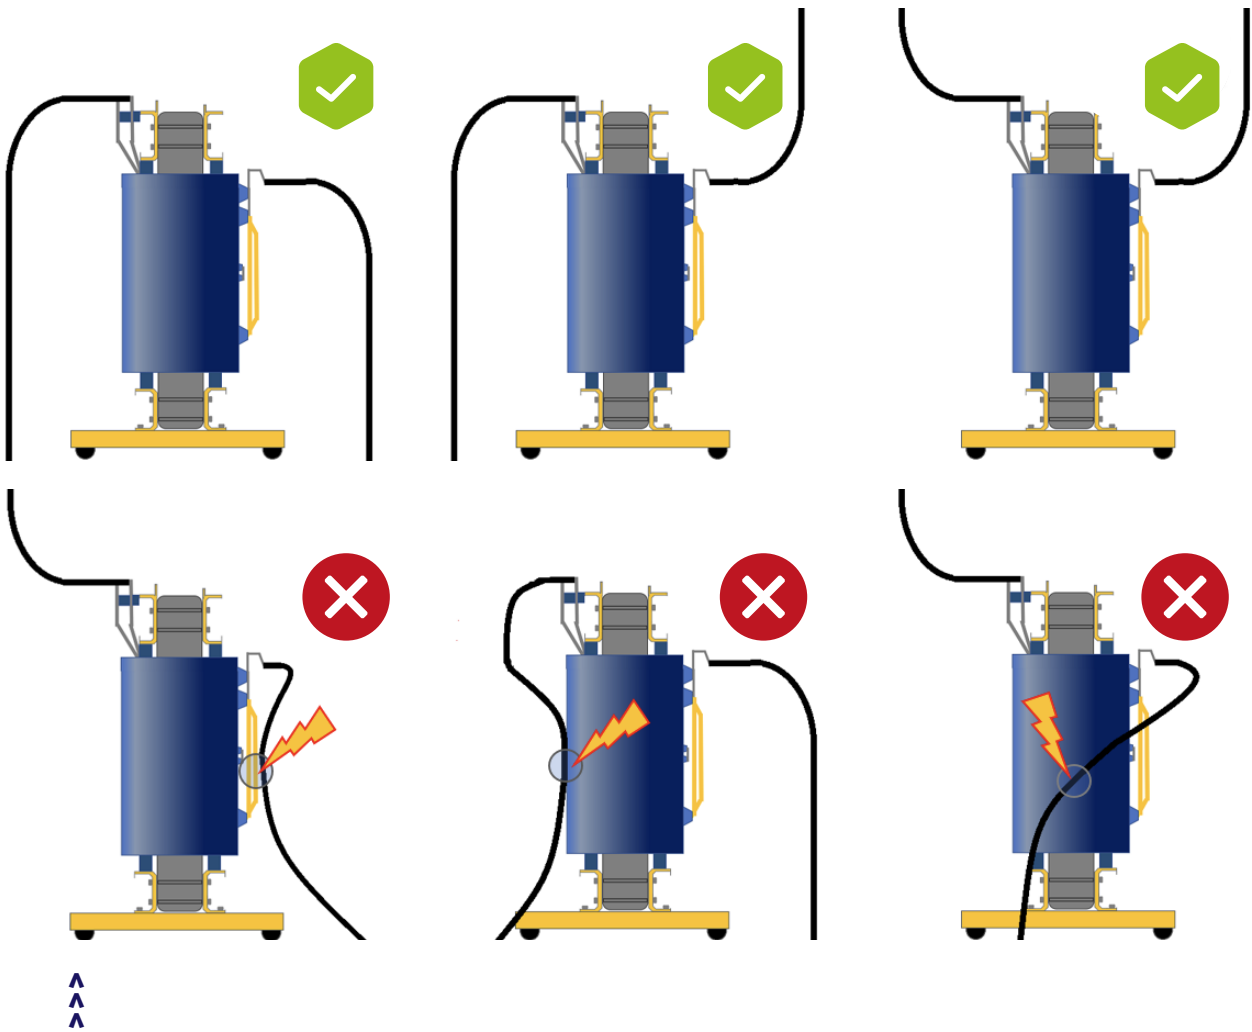

Figura 6. Configuraciones de conexión.
- Se debe garantizar las distancias de seguridad, entre las partes energizadas y los cables conductores, de tal manera que se mantenga la distancia de aislamiento de acuerdo al nivel de tensión. Se debe tener en cuenta que las paredes del encapsulado de los devanados de alta tensión, no garantizan aislamiento al contacto, por lo cual la superficie del devanado debe considerarse un elemento energizado y expuesto. Por lo tanto, debe mantenerse una distancia dieléctrica de acuerdo al nivel de tensión, entre los cables conductores y la superficie del devanado. En la Figura 6 se muestran configuraciones de conexión correctas.